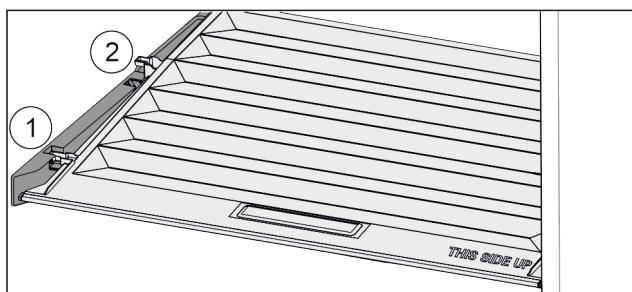

Fig. 101
- Veko potiahnite dopredu až k otvoru v prídružných dieľoch Fig. 101 (1).
- Vzadu ho nadvihnite zospodu a zložte smerom nahor Fig. 101 (2).